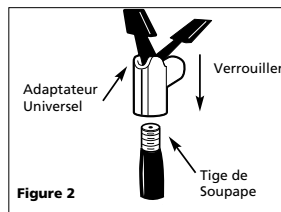

Figure 2
- d. Une fois que l'adaptateur universel soit fermement en place, appuyer sur le levier d'arrêt afin de le verrouiller sur la tige de soupape (Voir Figure 2).